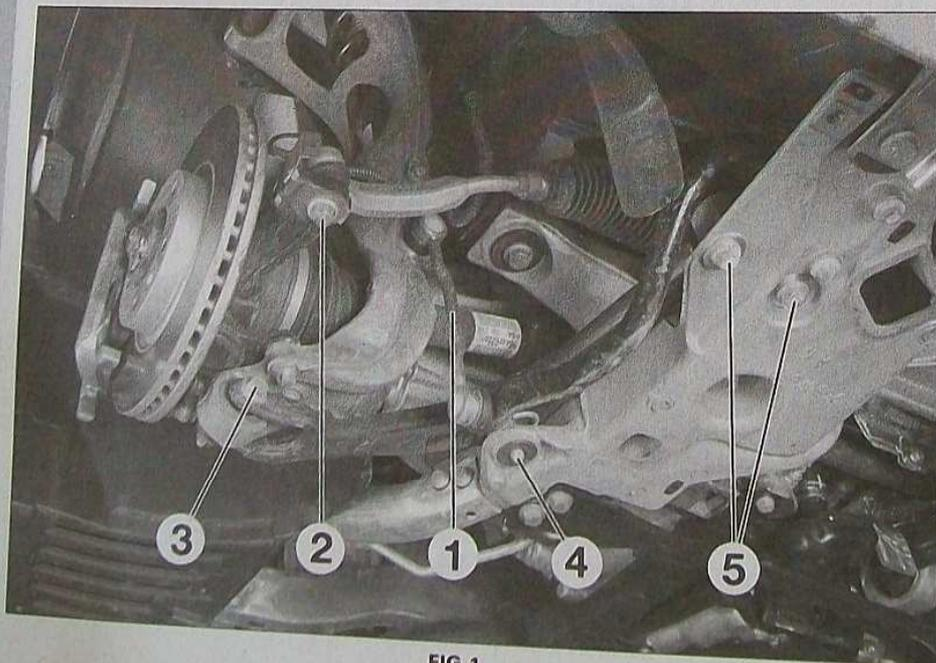

FIG.1
- Mettre en place les fixations (2) et (3) (Fig.1) sans les bloquer.
- les deux vis (5) (Fig.1).
- la vis (4).
- la vis (3).
- l'écrou (2) (Fig.1) de rotule de direction.